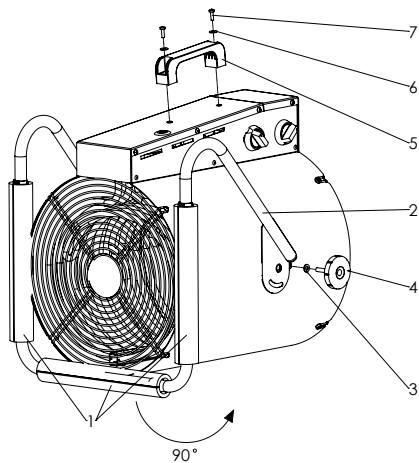

Рис. 1. Подготовка к работе
Для приведение в рабочее положение прибора необходимо снять с опоры изоляционный упаковочный материал (1), повернуть опору на 90°, как указано на рис. 1. На барашковый винт (4) надеть шайбу М6 (3) и закрутить через отверстие опоры в корпус. Прикрепить ручку для переноса (5) к блоку управления при помощи винта М4х14 (7) через шайбу М4 (6).
Несущая конструкция тепловентилятора (см. рис.1) состоит из кожухов наружного (1) и внутреннего, изготовленных из листовой стали и имеющих цилиндрическую форму. Во внутреннем кожухе размещены вентилятор и трубчатые электронагревательные элементы. Сверху кожуха расположен корпус блока управления (2). Кожух наружный, закрыт воздухозаборной (3) и воздуховыпускной (4) решетками, винтами устанавливается на подставку (5) и имеет возможность поворота в вертикальной плоскости. Угол поворота фиксируется ба-